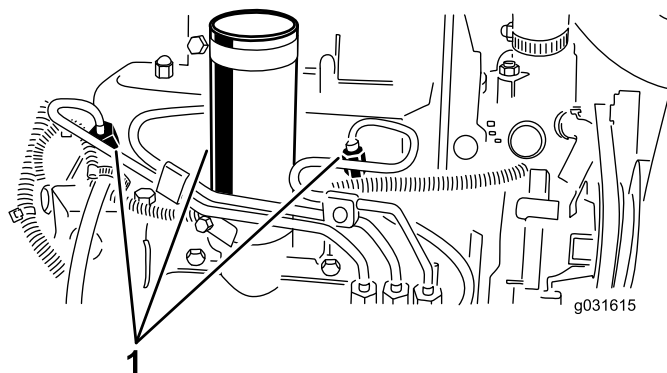

图 54
1. 松开与 1 号喷嘴和固定器组件的管道连接（图 54）。